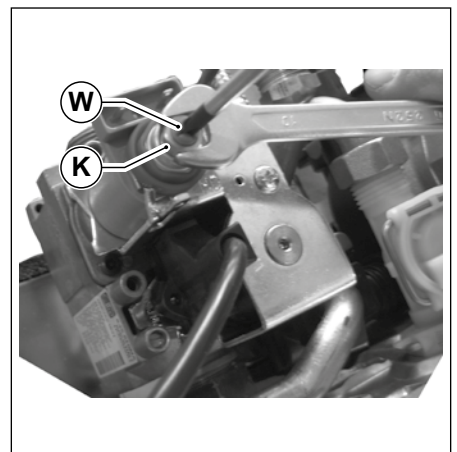

Рис. 49 Регулювання газового клапану
- Обертаючи гайку ПО ГОДИННИКОВІЙ СТРІЛЦІ **К** (дивись Рис. 49 Регулювання газового клапану) збільшується тиск на форсунках; обертаючи її ПРОТИ ГОДИННИКОВІЙ СТРІЛЦІ, зменшуючи тиск.
- Утримуючи гайку **К** у фіксованому положенні, за допомогою ключа на 10 мм, обертати гвинт **W** ПО ГОДИННИКОВІЙ СТРІЛЦІ, для збільшення тиску; ПРОТИ ГОДИННИКОВІЙ СТРІЛЦІ, для зменшення тиску (дивись Рис. 49 Регулювання газового клапану).